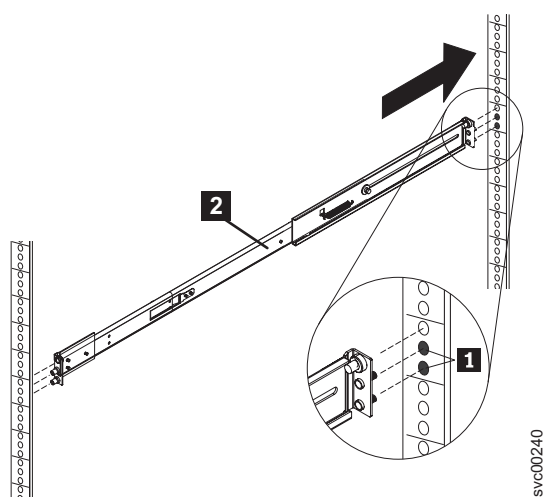

図 37. 右方のスライド・レールの背面ラック・マウント・フランジへの挿入
3. 図 37 に示すように、レール・ピン **1** が背面ラック・マウント・フランジを通過して突き出るようにして、右方スライド・レール **2** をフランジに挿入します。